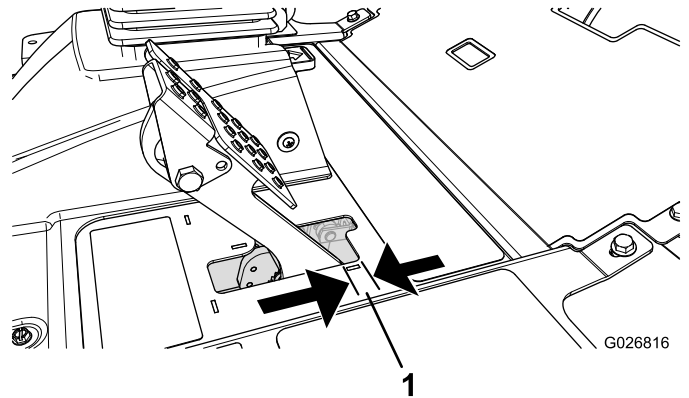

Figura 53
Ajuste os travões se o pedal do travão apresentar uma folga superior a 2,5 cm (Figura 53) ou quando os travões não funcionarem de forma eficaz. Folga é a distância percorrida pelo pedal antes de se verificar qualquer resistência ao movimento.
2. Aperte a porca traseira para deslocar o cabo para trás até que os pedais dos travões apresentem uma folga de 6,3 a 12,7 mm (Figura 53) antes de alcançar o bloqueio.